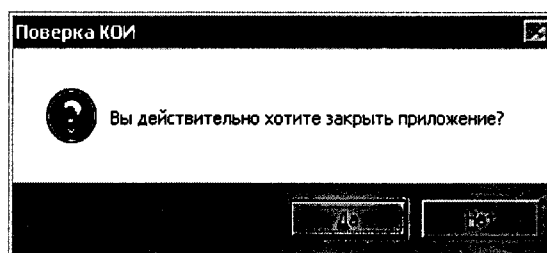

Рисунок 16 - Окно «Поверка КОИ»
4.4.30 На экране главного окна программы «Поверка КОИ» (Рисунок 5) на панели задач, нажать кнопку , после чего появится окно «Поверка КОИ» с надписью «Вы хотите закрыть приложение?» (Рисунок 16).